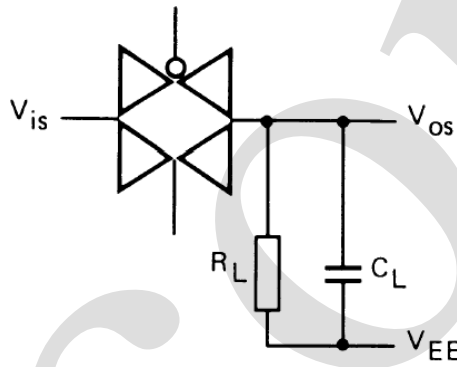

图 4
- $R_L=10K\Omega$; $C_L=15pF$; 通道开通; $V_{is}=V_{DD(P-P)}/2$ (正弦波, 在 $V_{DD}/2$ 处对称), $f_{is}=1KHz$; 如图 4 所示
- $R_L=1K\Omega$; $C_L=5pF$; 通道关断; $V_{is}=V_{DD(P-P)}/2$ (正弦波, 在 $V_{DD}/2$ 处对称); $20lg(V_{os}/V_{is})=-50dB$; 如图 4 所示
- $R_L=1K\Omega$; $C_L=5pF$; 通道开; $V_{is}=V_{DD(P-P)}/2$ (正弦波, 在 $V_{DD}/2$ 处对称); $20lg(V_{os}/V_{is})=-3dB$; 如图 4 所示